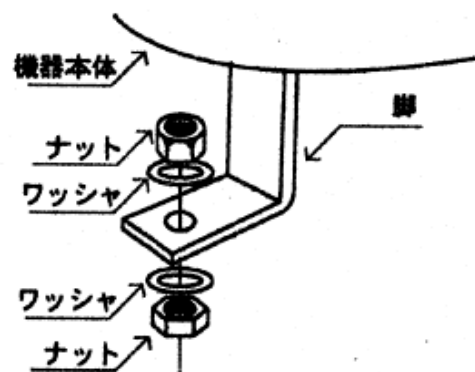

図3-4 ダブルナット方式
1. 本製品には水準器が内蔵されていますので、据え付けの際にダブルナット方式(図3-4参照)によって水平になるように調整してください。